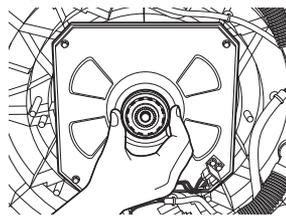

Figure 4 - Contrôle physique du mécanisme coulissant et de sa mobilité
12. Retirer le boulon du moteur, puis le couvercle du moteur (voir Figure 3b). Retirer le stator du moteur et la bobine du changeur de vitesse, puis confirmer que le mécanisme coulissant sur l'arbre moteur se déplace librement (voir Figure 4).